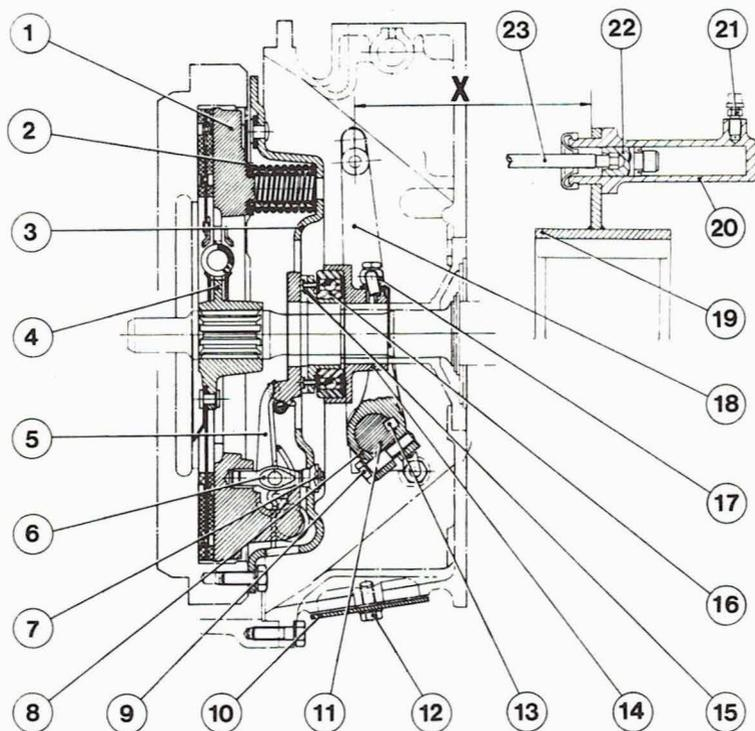

Fig. 4.1. - Embrague.
2. **Reposición de forros por desgaste:** Viene indicada por la posición de la palanca de desembrague con relación a un punto de referencia determinado por la distancia X (fig. 4.1) entre la cara del soporte del cilindro de mando y el centro del pasador de la palanca. Esta distancia que con forros nuevos debe ser de 144 mm., con forros desgastados puede alcanzar 92 mm. **Nunca dejar que llegue a ser inferior a los citados 92 mm.** Cuando se acerca a este valor, renovar los forros.